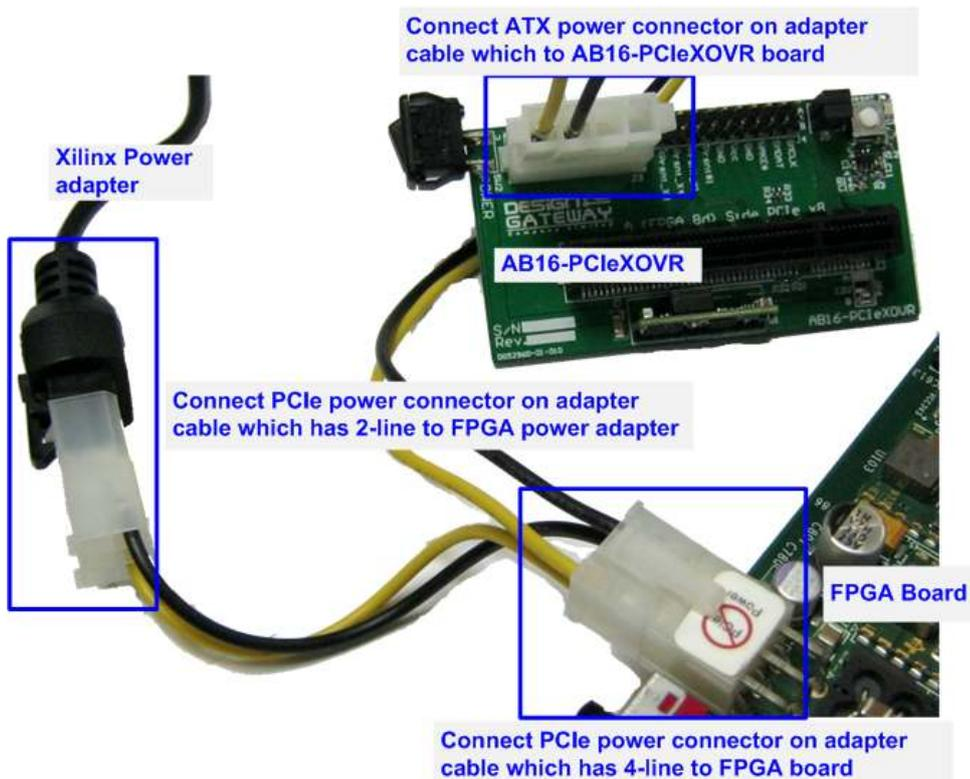

図 2-3: 電源分岐ケーブルで AC アダプタの電源を評価ボードと AB16-PCIeXOVR アダプタに供給
- AB16-PCIeXOVR アダプタ付属の電源分岐ケーブルを使い図 2-3 のように AC アダプタからの電源を分岐して AB16-PCIeXOVR アダプタ・ボードおよび Xilinx 評価ボードの両方に供給します。